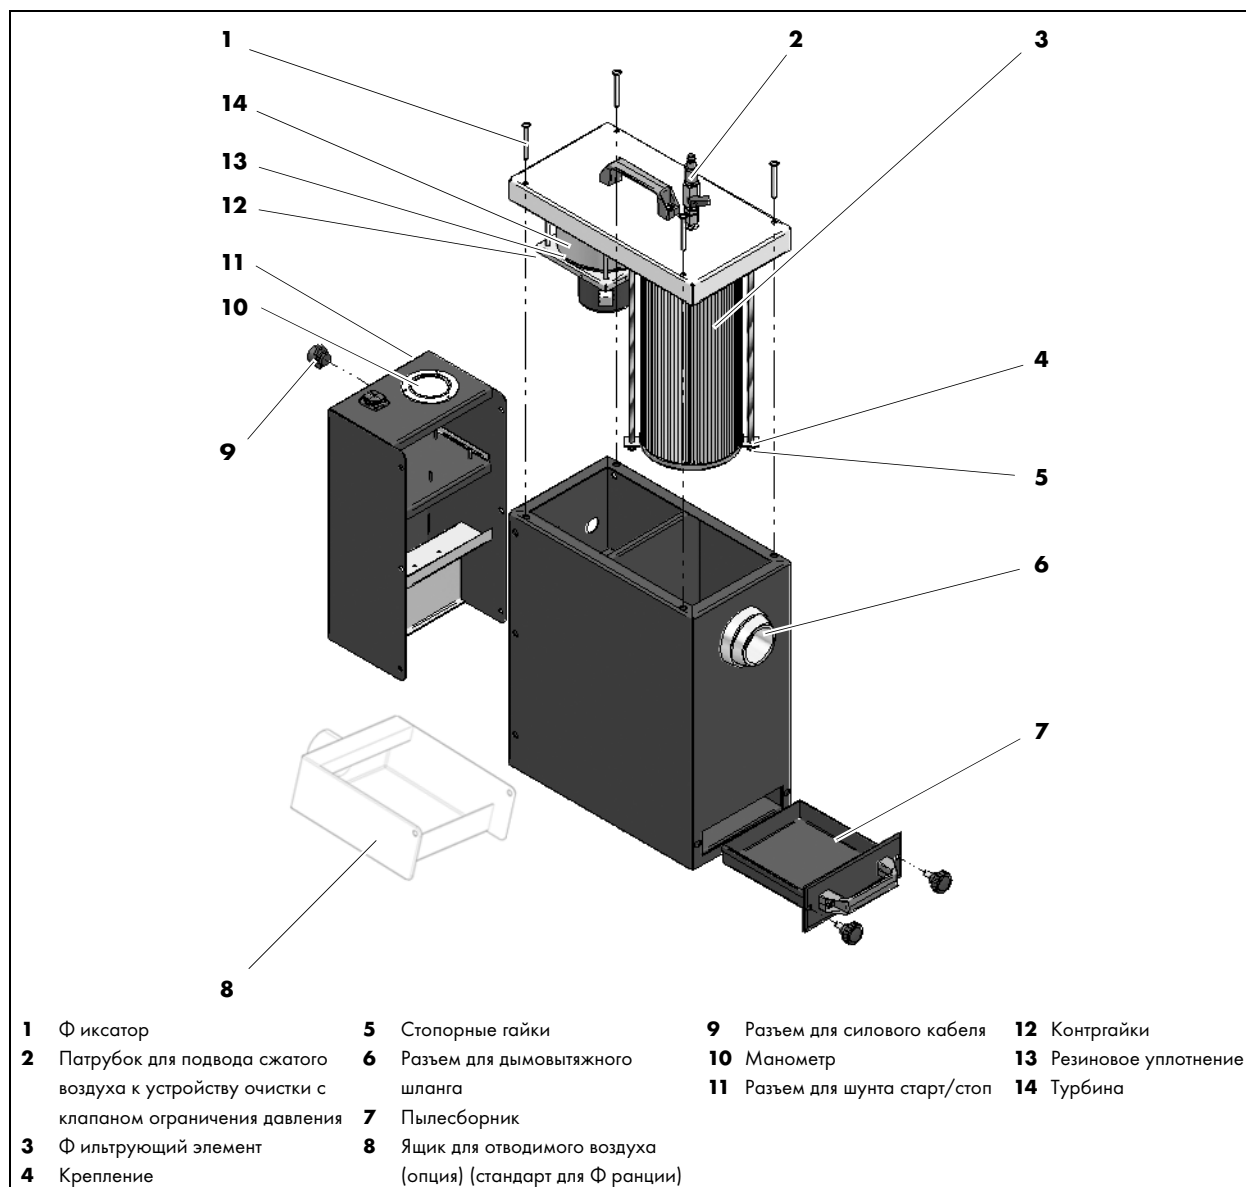

Рис. 2 Описание принципа работы
- Если давление на входе превышает 5 бар, избыточное давление сбрасывается через установленный сбоку клапан ограничения давления (1).
Подключите систему снабжения сжатым воздухом (1) (предоставляется заказчиком). Установите клапан ограничения давления на 5 бар и откройте коромысло клапана (2) на патрубке для подвода сжатого воздуха. Сжатый воздух в зависимости от давления создает струю для очистки и вызывает вращение очищающего сопла внутри сменного элемента фильтра тонкой очистки. В результате ручных движений вверх-вниз устройства очистки происходит очистка фильтра. Вытряхните собранную в пылесборнике (7) пыль (см. Рис. 2 Описание принципа работы на странице RU-12) во входящий в комплект мешок-пылесборник.
- Пыль из пылесборника (7) следует вытряхивать после каждой третьей очистки фильтра.
Вставить назад пустой пылесборник (7) (Рис. 2 Описание принципа работы на странице RU-12) и закрыть его.
⇒ Рис. 2 Описание принципа работы на странице RU-12
- Тип для Ф ранции: подсоединить дополнительный шланг к ящику для отводимого воздуха. (Рис. 2 Описание принципа работы на странице RU-12)
- 4 Включите устройство с помощью клавишного переключателя (2).